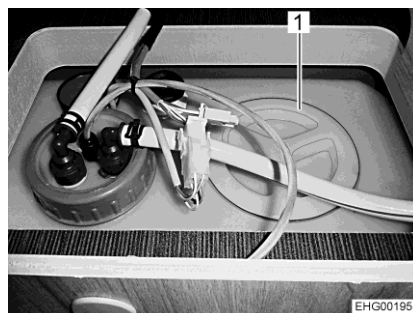

Fig. 169 Ouverture de nettoyage (réservoir d'eau)
- Enlever le couvercle de fermeture (Fig. 169,1) du réservoir d'eau.